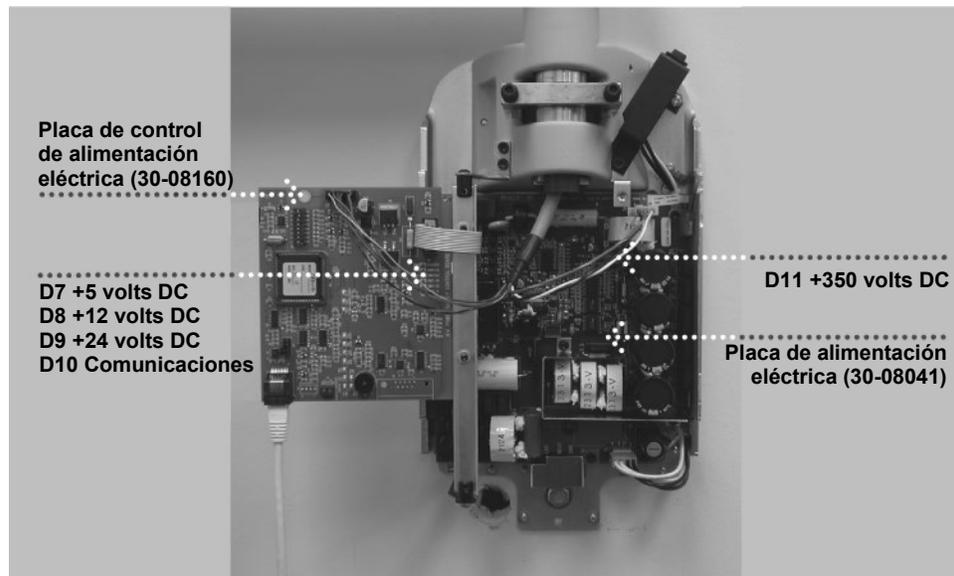

Figura 34
1. En la placa de alimentación eléctrica (30-08041), que se muestra en la *Figura 34*, verificar que el LED D11 esté iluminado. El LED iluminado verifica que está presente la tensión de alimentación adecuada.
2. En la placa de control de alimentación eléctrica (30-08160), que se muestra en la *Figura 34*, verificar que los LED D7 (+5VDC), D8 (+12VDC) y D9 (+24VDC) estén iluminados y que el LED D10 esté parpadeando. Cada LED iluminado verifica que está presente la tensión de alimentación adecuada. Si los LED no están iluminados, consultar el procedimiento de “Sistema encendido sin información en pantalla” en la sección “Resolución de problemas” de la página 72 de este manual.